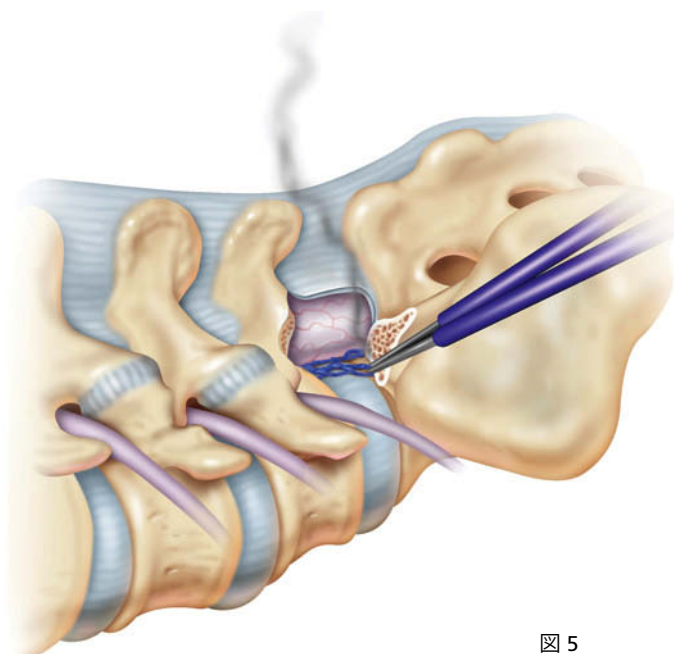

図 5
4. 突出している上部関節突起をケリソン骨鉗子で除去することによってS1椎弓板の内側および頭方向の辺縁を露出させ、最終的にL5/S1椎間板を露出させてください。バイポーラ凝固止血器を用いて、露出した椎間板腔で完全に止血をしてください(図5)。椎間板腔に進入する前のこの時点で脊柱管の底部を乾燥露出させることが重要です。